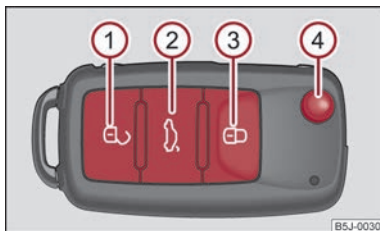

Fig. 16 Nøgle med fjernbetjening
- Tryk på knappen ① ⇒ Fig. 16 i ca. 1 sek.